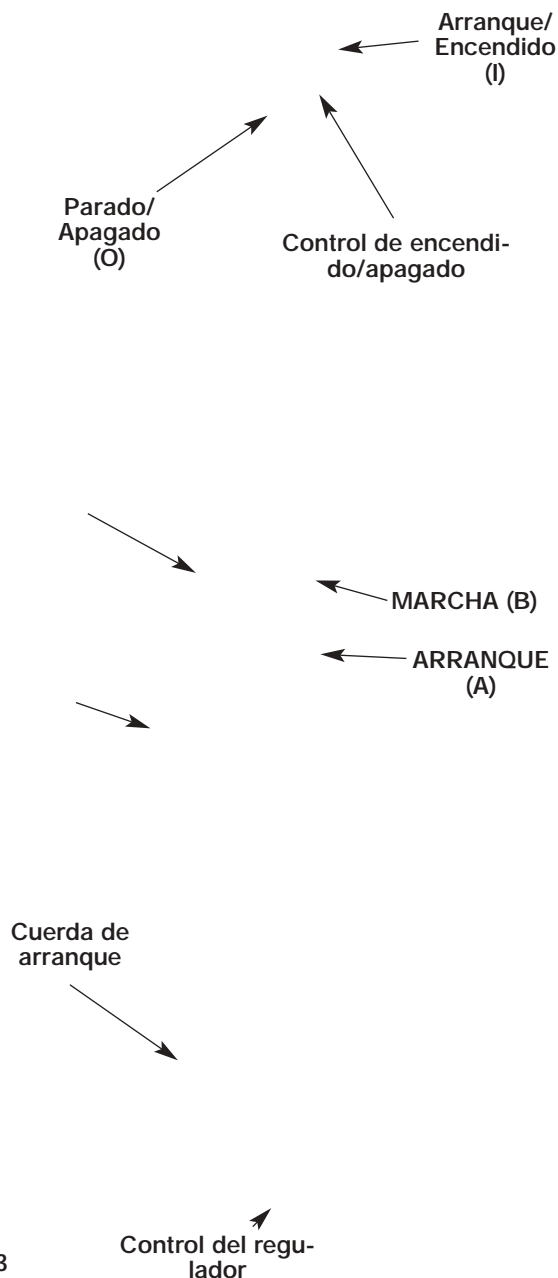

Fig. 5-3
5. Con la unidad en el suelo, apriete el control del acelerador y manténgalo apretado. Tire la cuerda de arranque con brío (Fig. 5-3). Continúe tirando hasta que el motor pareciera que quiere arrancar (normalmente 2 a 5 tiradas).
7. Tire la cuerda de arranque con brío 1 a 3 veces hasta que arranque el motor. (Fig. 5-3).
**NOTA:** Si el motor se ahoga mientras trata de arrancar, coloque la manija del obturador en la posición **MARCHA (B)**. Apriete el control del regulador. Tire la cuerda de arranque con brío. El motor deberá arrancar luego de tres (3) a ocho (8) tiradas.
1. Saque la mano del control del regulador (Fig. 5-3). Deje que el motor funcione a marcha lenta.